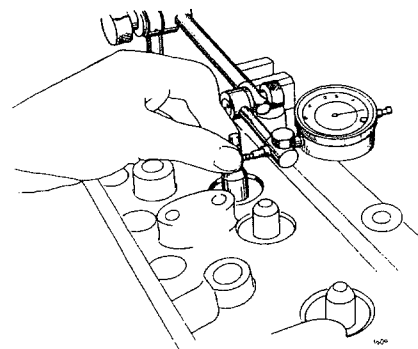

Fig 01-46. Mätning av spelet mellan styrning och ventilspindel
4. Mät spelet mellan spindeln och styrningen enligt fig 01-46. Spelet med ny ventil bör inte överstiga 0,15 mm. Vid byte av styrningar se under Byte av ventilstyrningar. Kontrollera att ventiler inte är för slitna. Ventilspindlarnas förslitning får uppgå till max 0,02 mm.